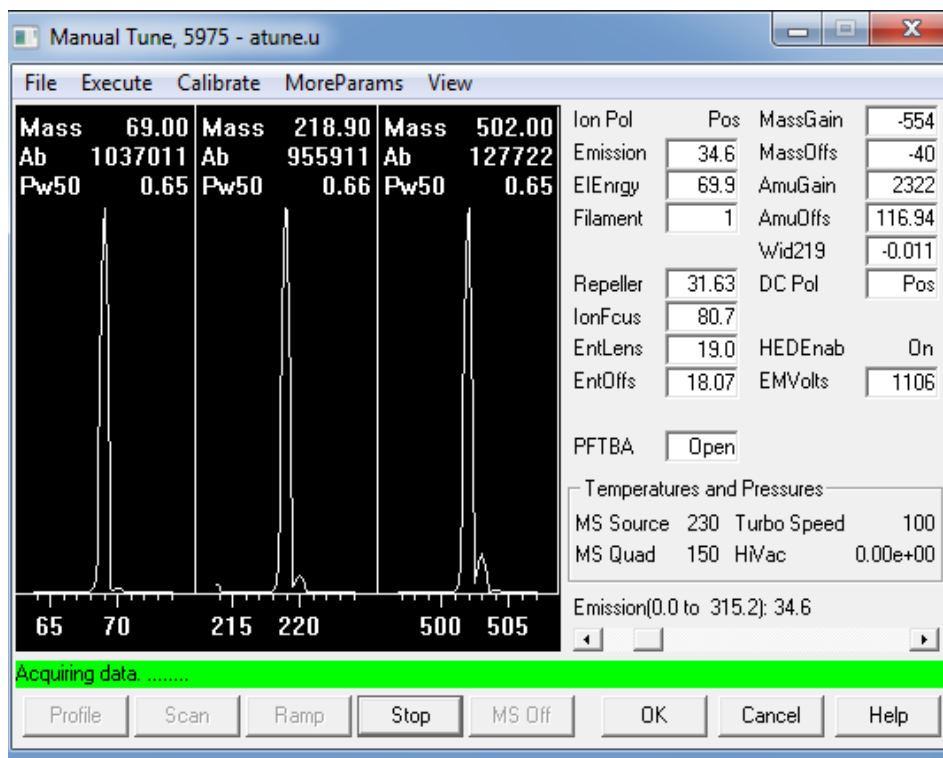

图 17 调谐参数
- 1 在“仪器控制”视图中，从“仪器”菜单中选择**编辑调谐参数**（图 17）。